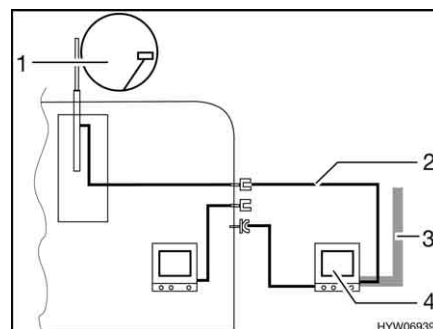

Fig. 180 TV nella tenda veranda
- TV nella tenda veranda (Fig. 180,4): Collegamento all'antenna del tetto (Fig. 180,1) con cavo di collegamento (Fig. 180,2)
- TV nella tenda veranda (Fig. 180,4): Collegamento a antenna esterna (Fig. 180,3)